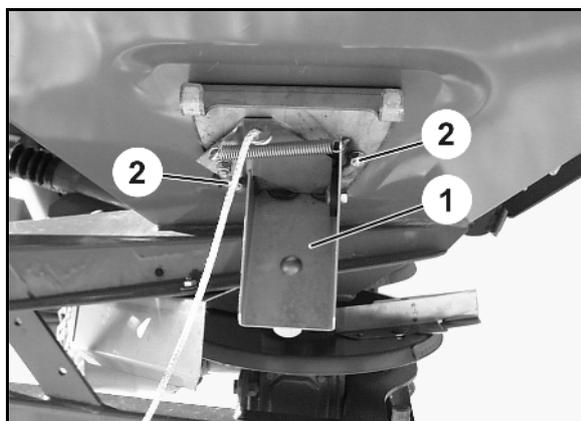

Fig. 44
5. Montez les roulettes avec frein manœuvrables à l'avant (Fig. 44/1)
- o et bloquez-les avec la goupille (Fig. 44/2),